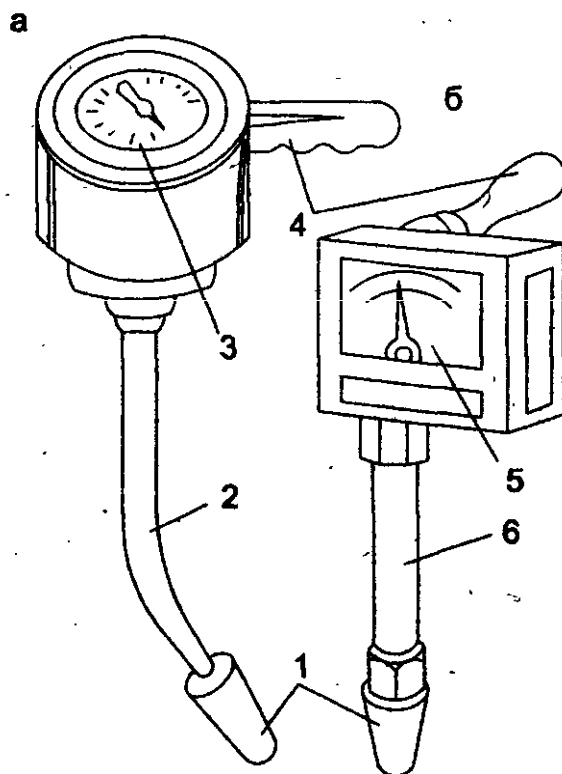

Рис. 47. Компрессометр (а) и компрессограф (б):
**Компрессометр и шинные манометры.** Проверку и определение величины сжатия (компрессии) в цилиндрах двигателя производят компрессометром (рис. 47) или компрессографом. Компрессометр и компрессограф представляют собой манометр с рукояткой, трубкой, наконечником и золотниковым устройством. В комплект компрессометра или компрессографа для бензиновых двигателей могут входить адаптеры для подсоединения к свечным отверстиям, а для дизельных двигателей — к отверстиям форсунок или свечей накаливания. Чтобы приборы были универсальными, они снабжаются несколькими адаптерами разных размеров для выпол-